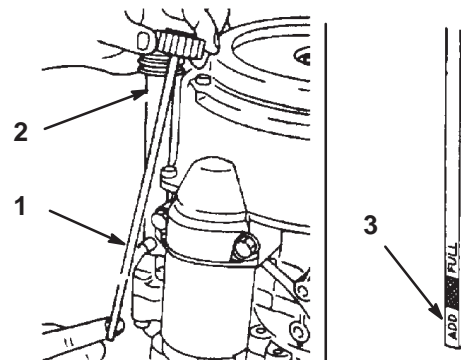

Bild 38
- Reinigen Sie den Bereich um den Ölpeilstab herum (Bild 38), damit kein Schmutz in den Einfüllstutzen gelangen und so den Motor beschädigen kann.
- Schrauben Sie den Ölpeilstab los und wischen das Ende ab (Bild 38).
- Schieben Sie den Ölpeilstab vollständig in das Einfüllrohr (nicht in das Rohr einschrauben) (Bild 38). Ziehen Sie den Peilstab wieder heraus und kontrollieren das Stabende. Gießen Sie, wenn der Ölstand zu niedrig ist, nur so viel Öl langsam in das Einfüllrohr, dass der Ölstand die Voll-Marke erreicht.
6. Gießen Sie ca. 80% der angegebenen Ölmenge, siehe Seite 36, langsam in den Füllstutzen (Bild 38). Kontrollieren Sie dann den Ölstand; siehe Prüfen des Ölstands, Seite 36. Füllen Sie langsam Öl bis zur Voll-Marke nach.